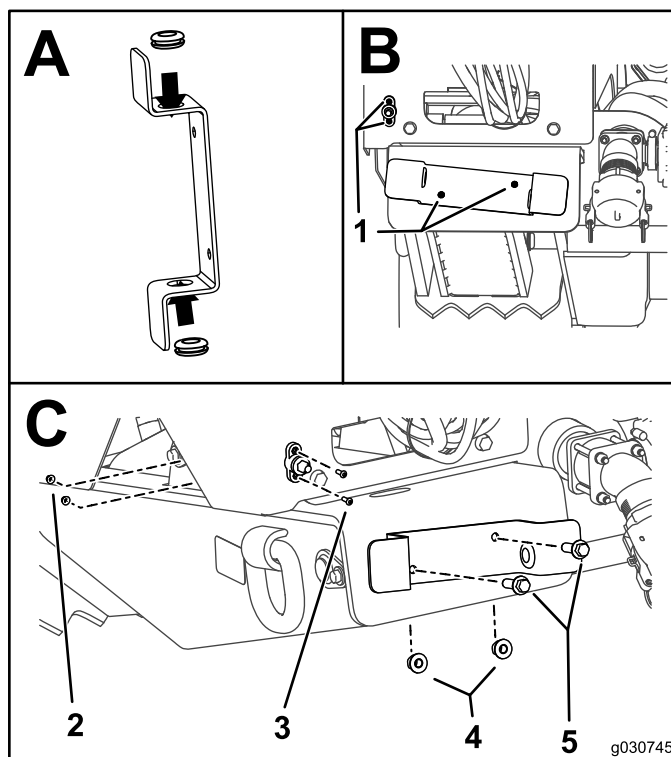

Рисунок 3
- Установите уплотнительные втулки на кронштейн (вид А на Рисунок 3).
- Используя кронштейн и соединительный блок в качестве шаблона, отметьте места расположения и просверлите 4 отверстия, как показано на виде В на Рисунок 3.
3. Закрепите кронштейны при помощи двух болтов (M12) и двух контргаяк (M12), как показано на виде С на Рисунок 3.
5. Закрепите соединительный блок с помощью двух болтов (M5) и 2 гаек (M5), как показано на виде D на Рисунок 3.